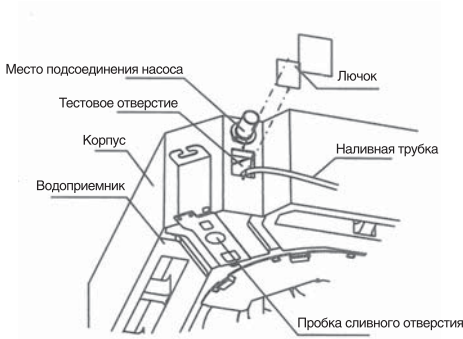

рис. 16
- А. Снимите лючок и налейте около 2000 мл воды в водоприемник через наливную трубку (рис. 16 и 17).